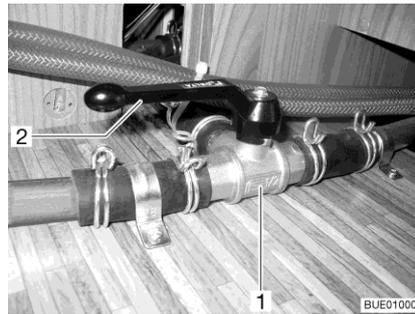

Fig. 126 Vanne à 3 voies
- Positionner le levier (Fig. 126,2) de la vanne à 3 voies (Fig. 126,1) parallèlement au sens du débit linéaire (Fig. 126).
- Positionner le levier (Fig. 126,2) de la vanne à 3 voies (Fig. 126,1) perpendiculairement au sens du débit linéaire.